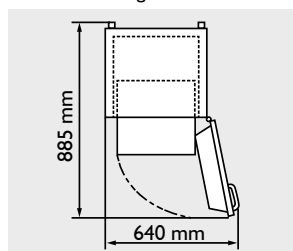

Figura 5
- Dirección de apertura de puerta: De izquierda a derecha (en sentido anti- horario). (Figura 5).